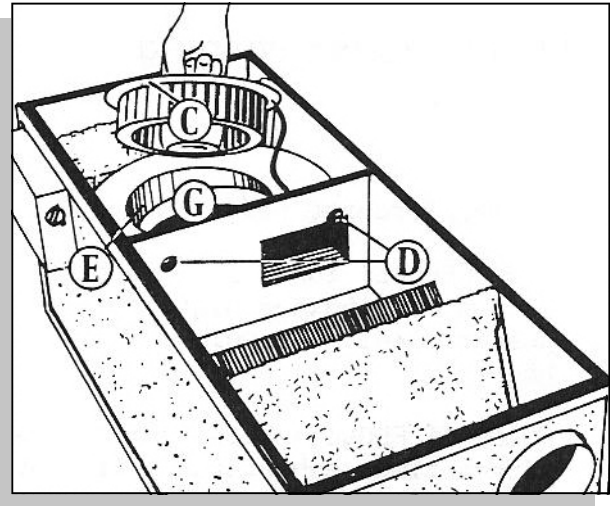

Fig.3
Lossa och ta bort de tre skruvarna på fläktens (C) översida. Fläkten kan därefter lyftas upp. Fig.3.
Obs! Vid återmonteringen kontrolleras att fläkthjulen ej går mot inloppskonen (G). Fig.3 och 4.